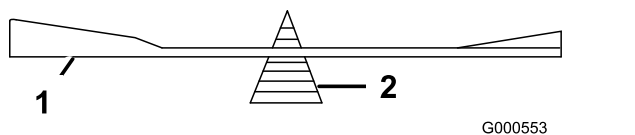

Figure 95
2. Vérifiez l'équilibre de la lame en la plaçant sur un équilibreur (Figure 95).